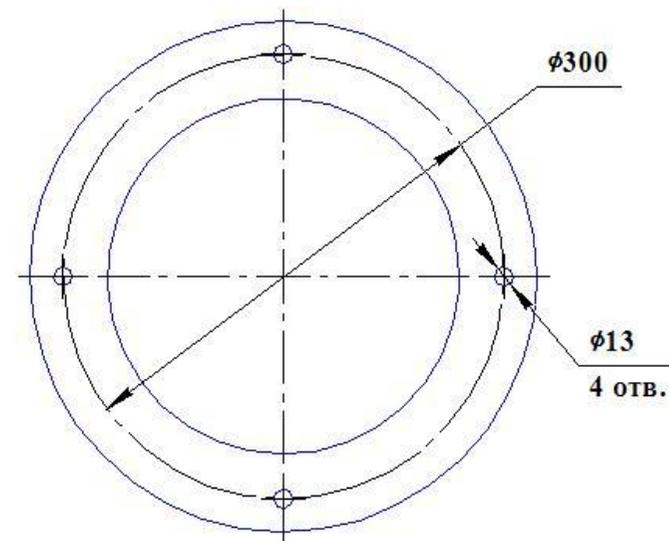

Рис. 2
2.1.6 Габаритные и присоединительные размеры основания сирены приведены на рис. 2.